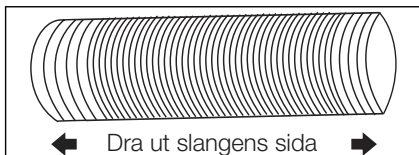
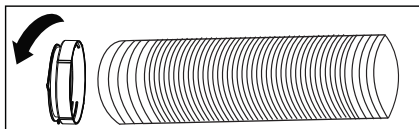

Fig. 5
Fig. 6
3. Dra ut slangens ena sida (Fig. 5) och skruva fast slangen i adapter A (Fig. 6).